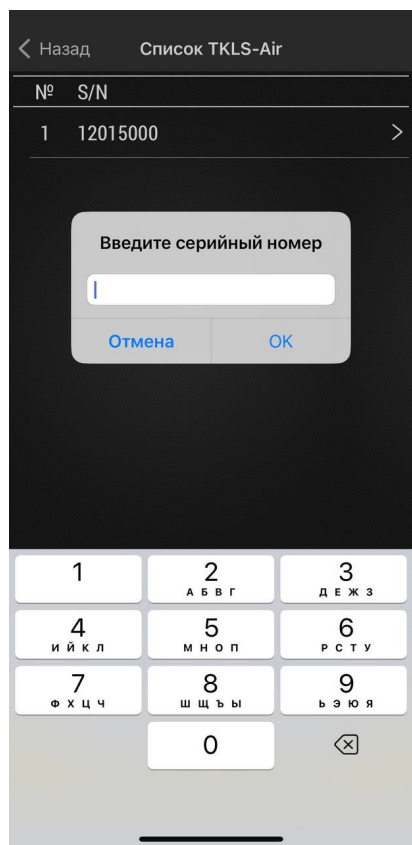

Рис.17. Ручное добавление
4. Чтобы добавить датчик вручную нажмите кнопку на **Рис.15, п.2**. Нажатие кнопки вызывает всплывающее окно, в которое нужно ввести серийный номер датчика (**Рис.17**).